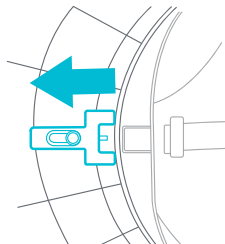

Fig. 9b
**SIEMPRE** asegúrese de bloquear el asiento antes de usar el modo andador. Consulte la Fig. 9b correspondiente.
- **BLOQUEO DEL ASIENTO GIRATORIO EN LA POSICIÓN DELANTERA:** Para trabar el asiento en su lugar, ubique la palanca debajo de la tapa superior. La lengüeta del asiento debe estar alineada con la palanca. Presione para trabarlo (Fig. 9b).